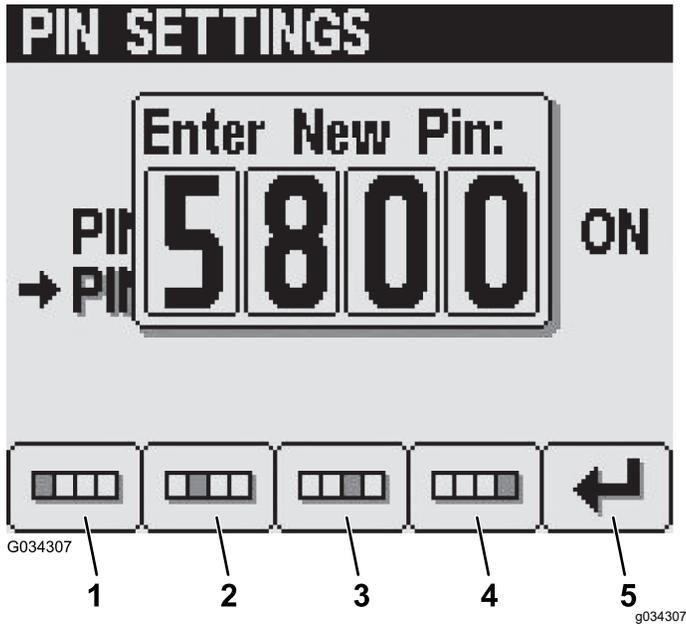

图 28
5. 在输入新 PIN 屏幕按 1 至 4 号按钮可输入您的新 PIN 码。PIN 输入完成后按 5 号按钮图 28。